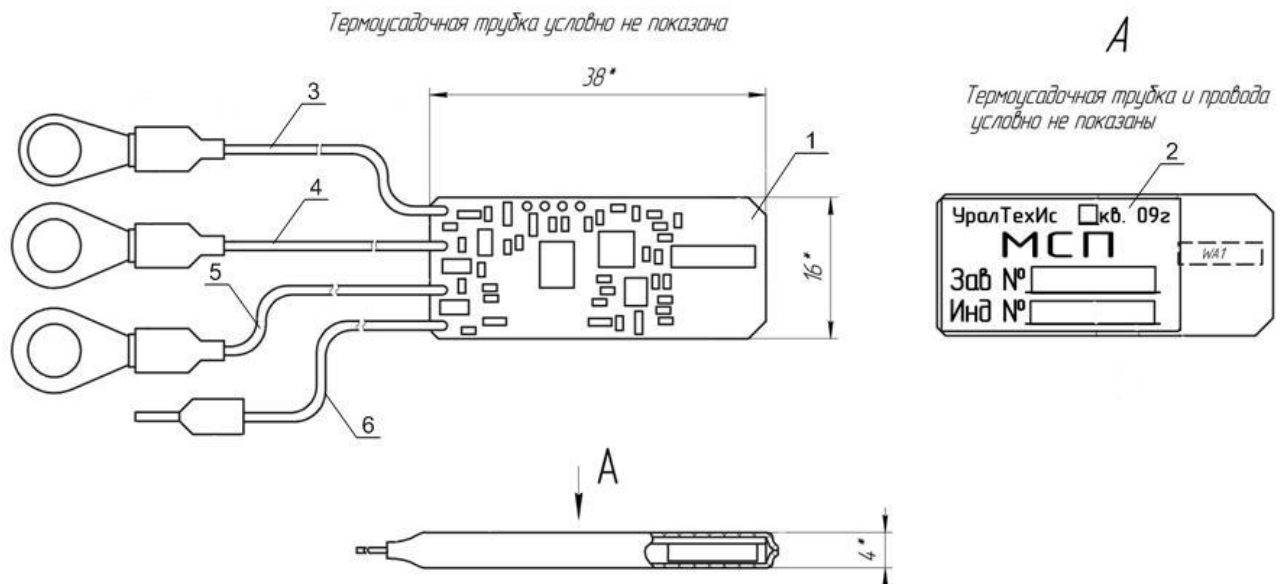

Рисунок 1 – Внешний вид и устройство модуль системы позиционирования МСП-2 :
1.4.1 Модуль МСП-2 представляет собой электронную плату, помещенную в оболочку из термоусадочной пленки (рисунок 1).